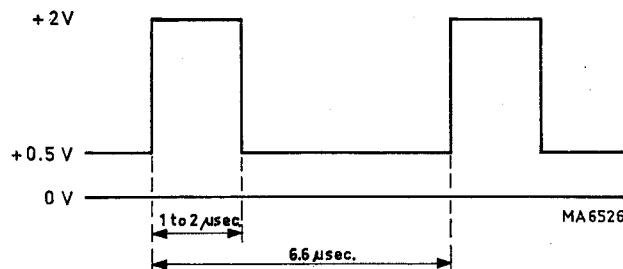

Abb. 31. Taktgeberimpuls
- Taktsignalform (Abb. 31) kontrollieren